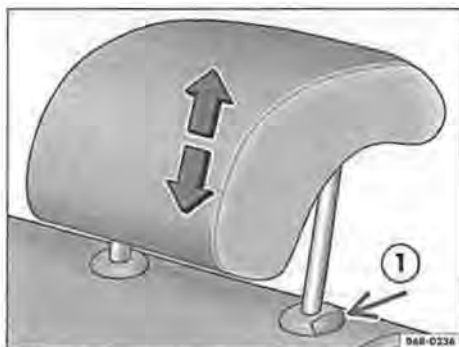

Fig. 58 Regolazione del poggiatesta di uno dei sedili posteriori
- Fare scorrere il poggiatesta nella direzione della freccia (eventualmente tenendo premuto il tasto → fig. 58 ①) verso l'alto o verso il basso.